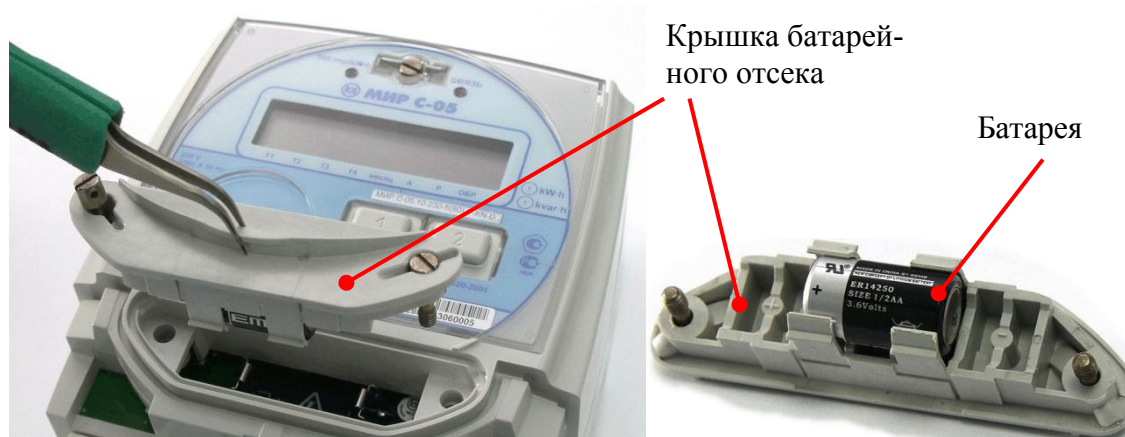

Рисунок 14.1 – Замена батареи в счетчике для установки на щит
14.1.6 Для установки или замены дополнительной (сменной) батареи в счетчике для установки на щит (рисунок 14.1) необходимо: